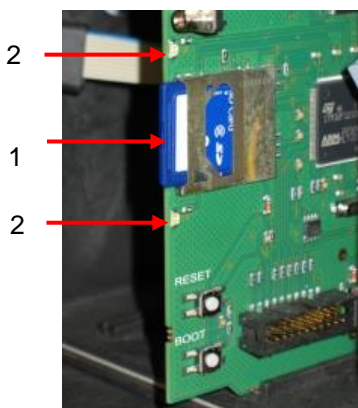

Figure 15
1. Insérez la carte SD (1) dans le lecteur prévu à cet effet, comme illustré sur la figure 15.